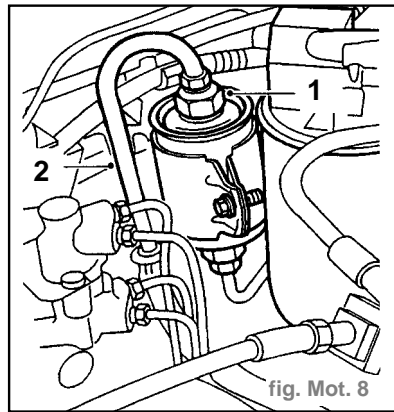

fig. Mot. 8
- Desserrer le raccord union de sortie du filtre de carburant pour relâcher la pression de carburant (1) (fig. Mot. 8).